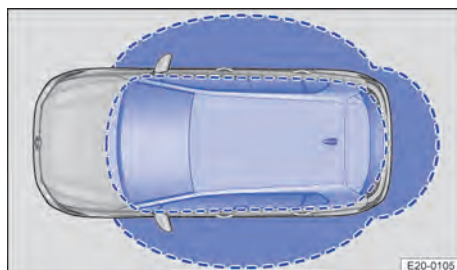

Fig. 55 Keyless Entry : zones de proximité
1. Le véhicule est déverrouillé lors de la détection de la clé du véhicule dans une zone de proximité → fig. 55. Tous les clignotants clignotent deux fois.